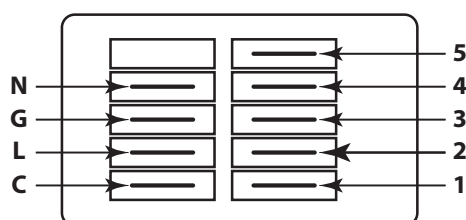

Figura 13. Terminales de motor de par constante
3. Localice los cables NEGRO y ROJO conectados a dos de los terminales de toma de velocidad 1 a 5 en el bloque de terminales del motor (consulte la Figura 13).